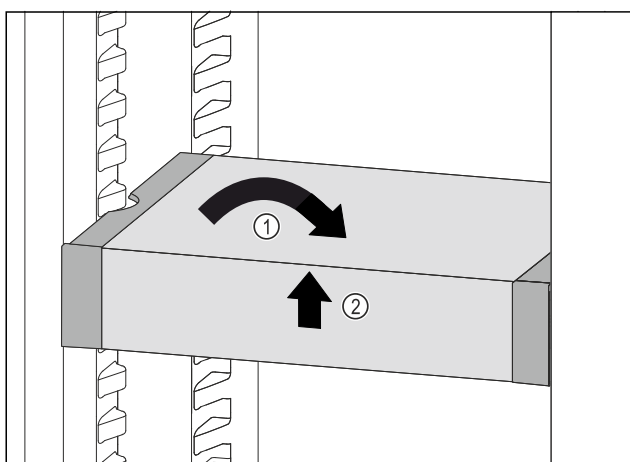

Fig. 130
- Novietojiet taisni VarioSafe. Fig. 130 (1)
- Paceliet priekšā VarioSafe. Fig. 130 (2)